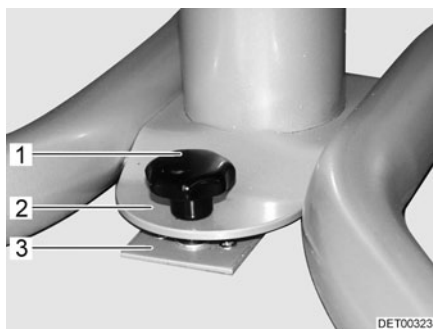

Fig. 78 Bloqueo mesa fija
- Colocar la mesa fija con la placa con agujero (Fig. 78,2) sobre la sujeción (Fig. 78,3).
- Desplazar la mesa fija de tal manera que el tornillo de sujeción (Fig. 78,1) pueda atornillarse en la sujeción (Fig. 78,3).